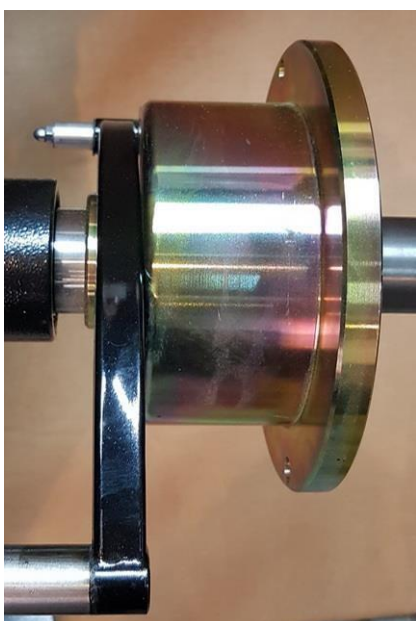

Рис. 19.1.
19.1.1. Калибровка тракта измерения дистанции. Для оценки погрешности устройства ввода дистанции выдвиньте штангу ввода параметров и уприте внешнюю боковую сторону её рукоятки в задний торец фланца вала, как показано на (рис. 19.1). При этом на экране ввода геометрических параметров (см. рис.10.2) появится величина дистанции. Если величина дистанции не равна 185 ± 5 мм, то устройство ввода дистанции требует калибровки.
задний торец фланца вала, как показано на (рис. 19.1) и нажмите кнопку «ENTER». В окне КАЛИБРОВКА ДИСТАНЦИИ выделится второй пункт: «2. Вставьте ручку дистанции в нижнее отверстие, нажмите кнопку «ENTER»